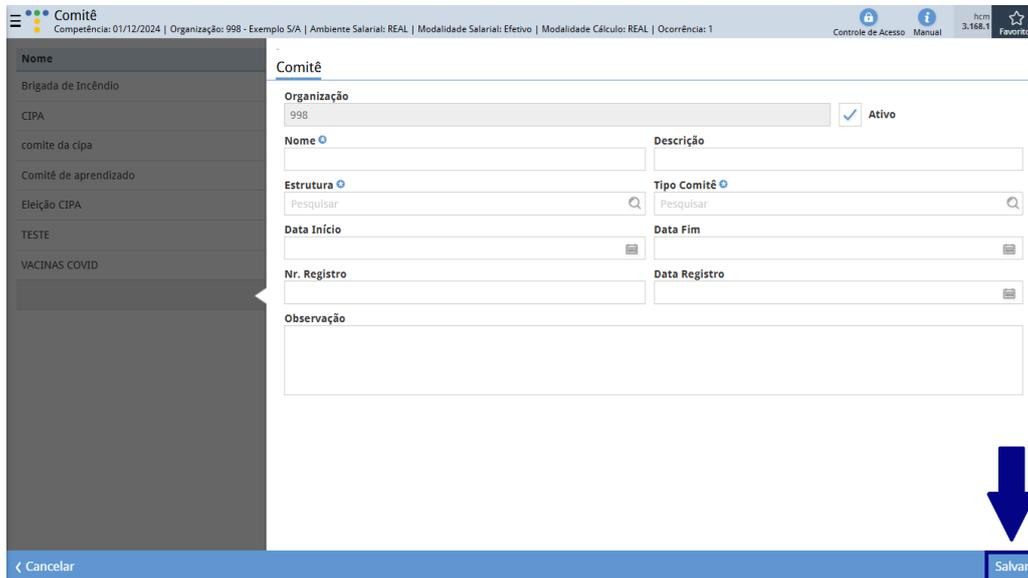

Figura 96: Salvar
5. Clique em **Salvar** (Figura 96) para concluir o cadastro.